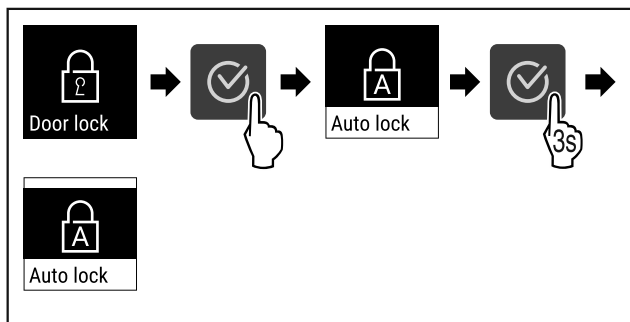

Fig. 71
- ▶ Végezze el a gyakorlati lépéseket (lásd Fig. 71) .